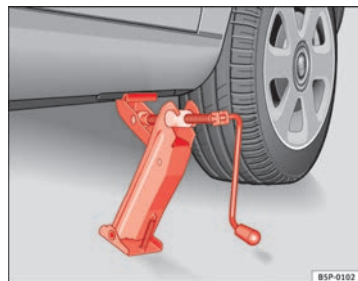

Fig. 177 Posizionamento del cric
- Applicare il cric in modo che la staffa faccia presa in corrispondenza della nervatura del montante inferiore e che la base mobile appoggi bene a terra → fig. 177.